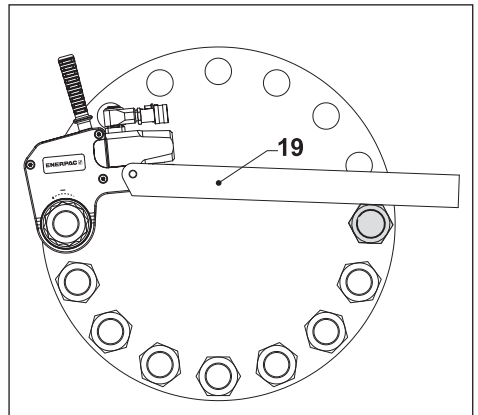
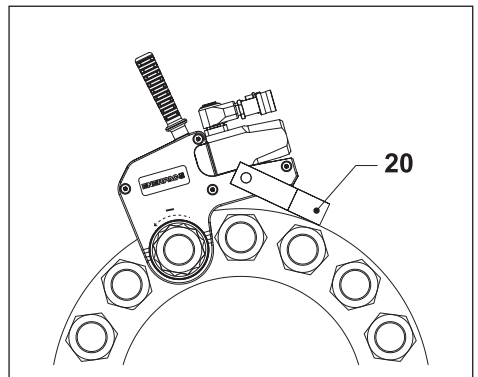

Abb. 11
Abb. 12
4.3.4 Einsatz des erweiterten Abstützarms (Abb. 11)
- Positionieren Sie den erweiterten Abstützarm (19) der WTE-Serie gegen ein geeignetes Widerlager. Das Widerlager wirkt der durch das Werkzeug verursachten Kraft entgegen.
4.3.5 Verwendung des Abstützfußes (Abb. 12)
- Positionieren Sie den Abstützfuß (20) gegen ein geeignetes Widerlager. Das Widerlager wirkt der durch das Werkzeug verursachten Kraft entgegen.